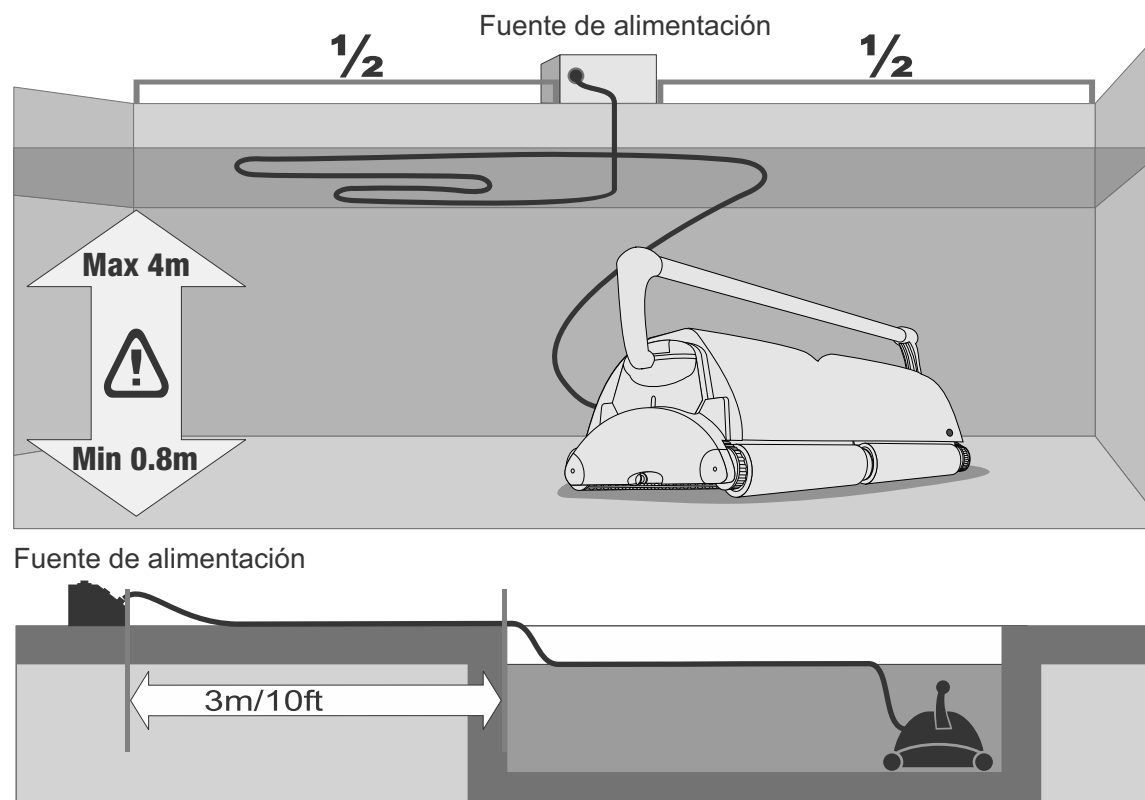

Fig. 1
La fuente de alimentación debe colocarse en cualquier zona protegida, con una separación de al menos 3 metros (10 pies) de la piscina. La fuente de alimentación no debe abandonarse bajo la lluvia ni colocada en charcos de agua. Si es posible, coloque la fuente de alimentación a una distancia equivalente a la mitad de la longitud de la piscina (fig. 1). Así, el cable y el equipo podrán alcanzar cualquier esquina de la piscina. La fuente de alimentación suministrada está configurada para UNA de las siguientes entradas de corriente: a) 115 V b) 230 V.
- 4) Desenrolle el cable flotante completamente y extiéndalo sobre la superficie de agua de la piscina del modo más uniforme posible. Asegúrese de que el cable no se retuerce ni se dobla. (fig. 1)